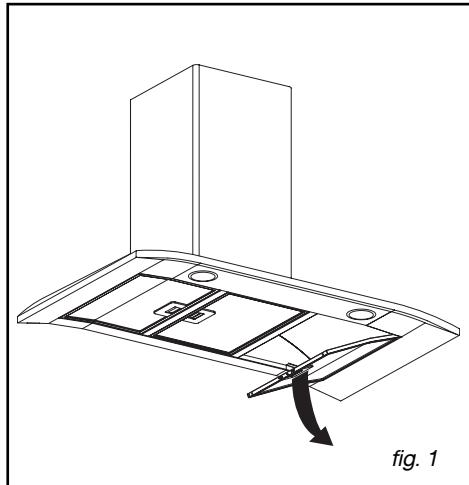

fig. 1
• **Démontage du filtre cassette (fig. 1)**